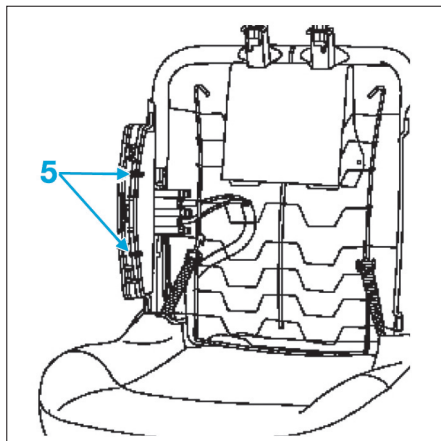

Fig. 9
- Déclipser les deux languettes (5) du boîtier module airbag à l'aide d'un petit tournevis (Fig.9).